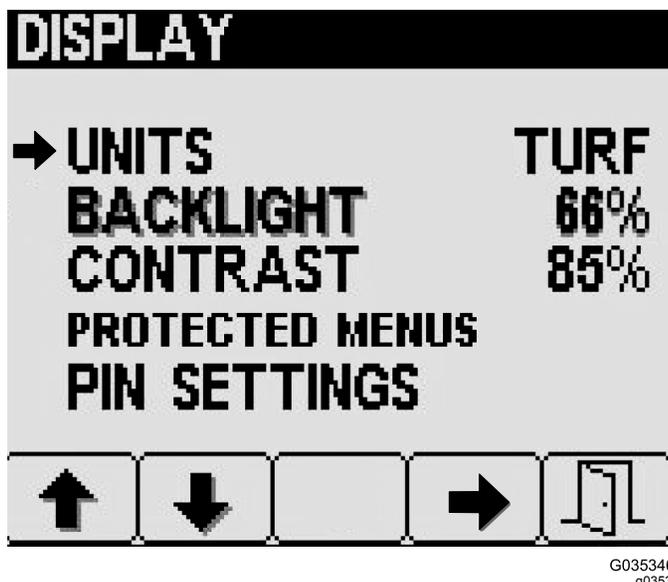

Figure 25
2. Sur l'écran du menu Affichage, appuyez sur les touches 1 ou 2 jusqu'à atteindre l'option Unités, puis appuyez sur la touche 4 pour sélectionner "Unités" (Figure 25).